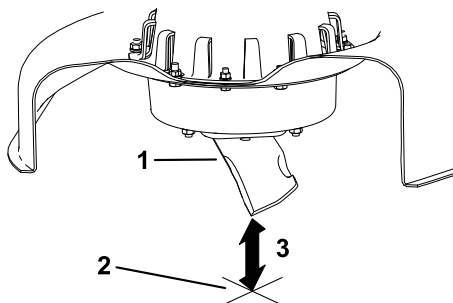

Figure 32
5. mesurez la distance entre la pointe de la lame et la surface plane (Figure 32).